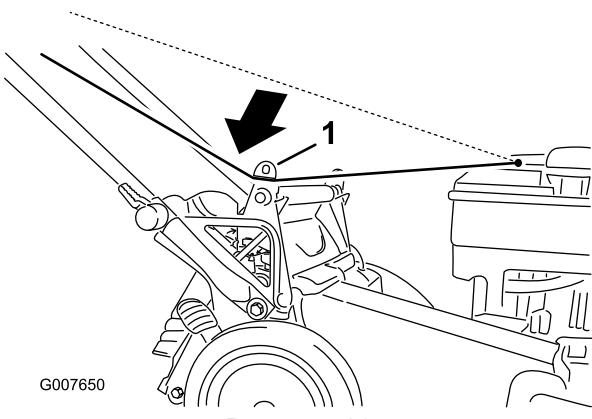

Рисунок 23
- Проложите трос стартера вокруг нижней направляющей троса (Рисунок 23).